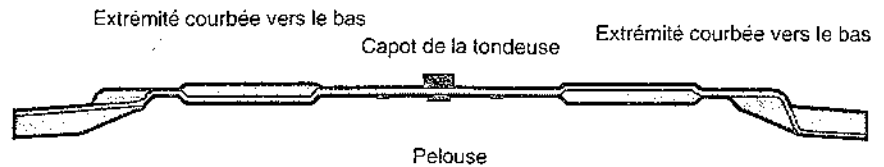

Figure 5-6: Installation correcte de la lame.
4. Placez la lame, ses extrémités incurvées vers le bas (Figure 5-6).